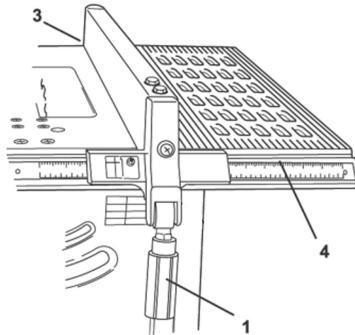

Fig. 5 – Instalación y fijación da la guía de corte
Para colocar la guía de corte en la mesa de la máquina, levante el puño (1) y encaje primero el enganche de la parte trasera (3) y después la parte del puño (1). Utilice el visor y la escala de la máquina (4) para encontrar el ancho del corte deseado. Para trazar la guía, mueva el puño (1) para abajo conforme la fig. 5 y para liberar, mueva el puño (1) para arriba.